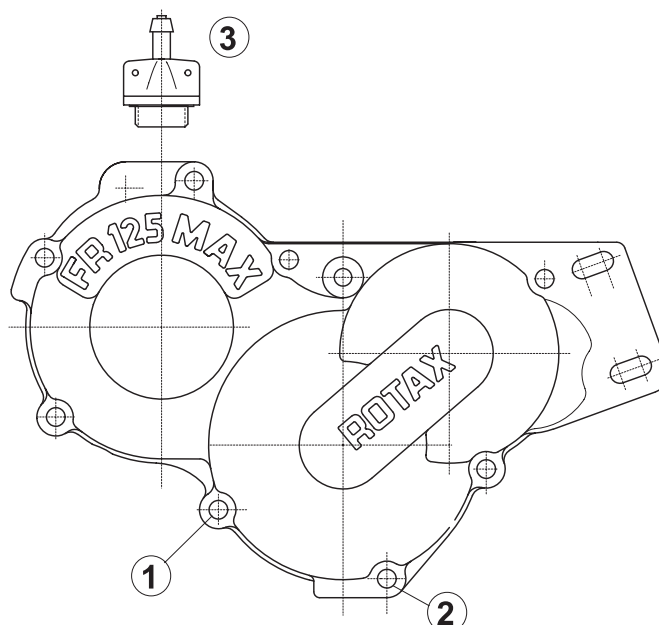

Bild 3
- ⇒ Zylinderschraube (1) mit Dichtring entfernen (Bild 3). Diese Zylinderschraube für die Verschraubung des Getriebedeckels ist zugleich Ölstandskontrollschraube. Falls kein Öl aus der Bohrung austritt, die Entlüftungsschraube (2) entfernen und langsam so lange Öl mit der Spezifikation SAE 15W40 einfüllen, bis das Öl an der Ölstandskontrollschraube (1) austritt (Füllmenge bei Neubefüllung: 0,05 Liter).
- ⇒ Zylinderschraube (1) mit Dichtring einschrauben, Anzugsdrehmoment 10 Nm.
- ⇒ Entlüftungsschraube (3) mit Handkraft eindrehen.
- ◆ **Hinweis:** Durch Entfernen der Zylinderschraube (2) mit Dichtring kann das Öl vom Getrieberaum abgelassen werden.